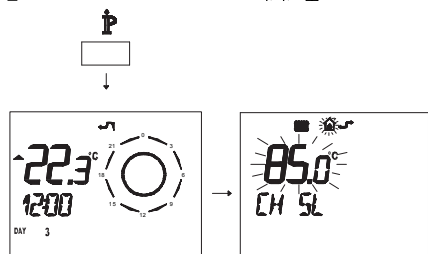

Рис. 5.37
- Нажмите и удерживайте 3 секунды кнопку **ℙ**, чтобы войти в режим **INFO** (Рис. 5.37).